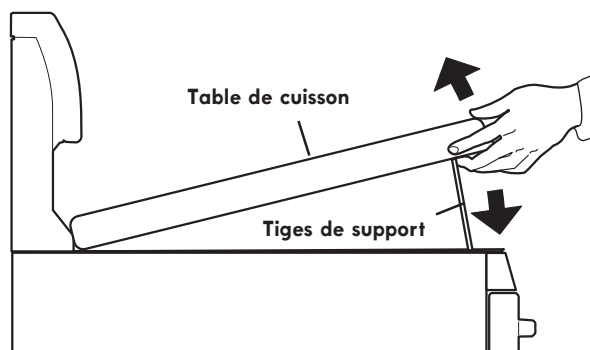

Fig. 1
2. Saisissez les côtés de la surface de cuisson, puis soulevez-la par devant (fig. 1).